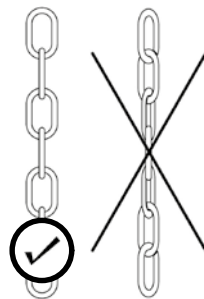

Рисунок 8
- аварийная ручная цепь ни в коем случае не должна быть перекручена (рис. 8), так как в противном случае могут возникнуть неисправности в работе узла аварийного ручного управления.